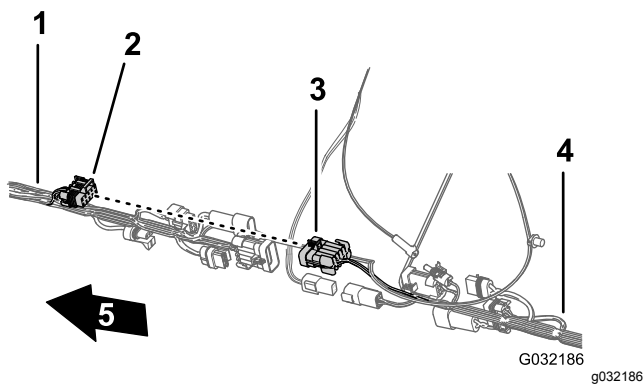

Figura 115
2. Ligue o conector de 10 tomadas da cablagem dianteira para a interligação da cablagem do pulverizador no conector de 10 pinos da interligação da cablagem traseira para a cablagem do pulverizador (Figura 115).